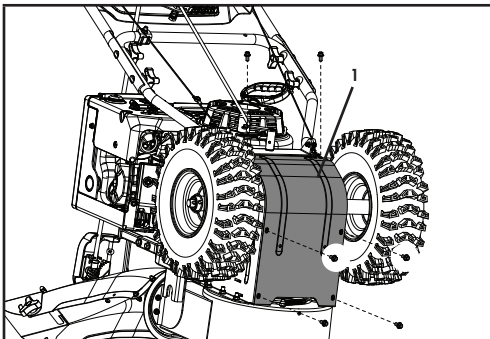

Figure 27
- Enlevez le couvercle de la base du châssis (1) du dessous de la souffleuse à neige en enlevant les 6 vis M6 x 16 qui le retiennent (figure 27).